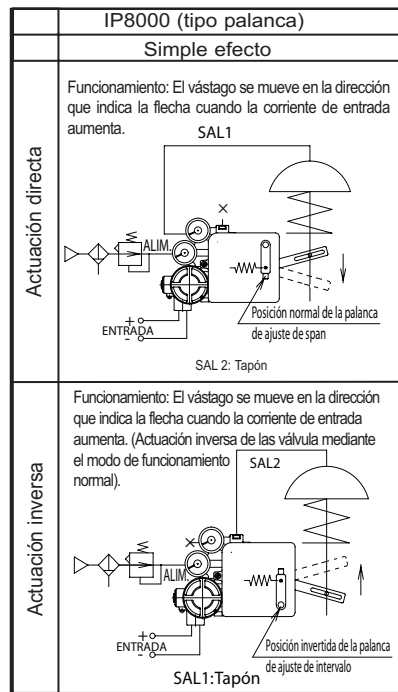

Fig.6 Actuación directa / inversa
- Compruebe que la palanca de ajuste del span de la realimentación esté en la posición correcta (directa o inversa) (véase la Fig.6).